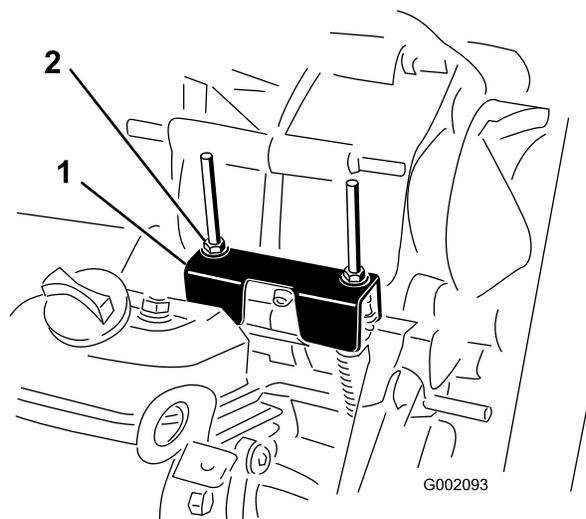

Bild 58
3. Drehen Sie eine der Sicherungsmuttern (Bild 58), um einen Abstand von 0,762 mm bis 1,524 mm zwischen der Unterseite der Mutter bzw. Scheibe und der Leerlaufhalterung zu erhalten.
Wenn Sie regelmäßige Wartungsarbeiten und/oder eine Motordiagnostik durchführen, müssen Sie das Getriebe in den LEERLAUF schalten (Bild 58). Der Ganghebel der Maschine hat eine NEUTRAL-Stellung, die den Leerlauf des Getriebes festlegt. Treffen Sie die folgenden Maßnahmen, um sicherzustellen, dass der Ganghebel in der Leerlaufstellung die Antriebsachse auch richtig auf Leerlauf schaltet:
2. Stellen Sie sicher, dass die Leerlaufhalterung in der NEUTRAL-Stellung ist (mit der Kabelbefestigungshalterung unter der Ganghalterung nivelliert), indem Sie die Antriebskupplung drehen (Bild 58).